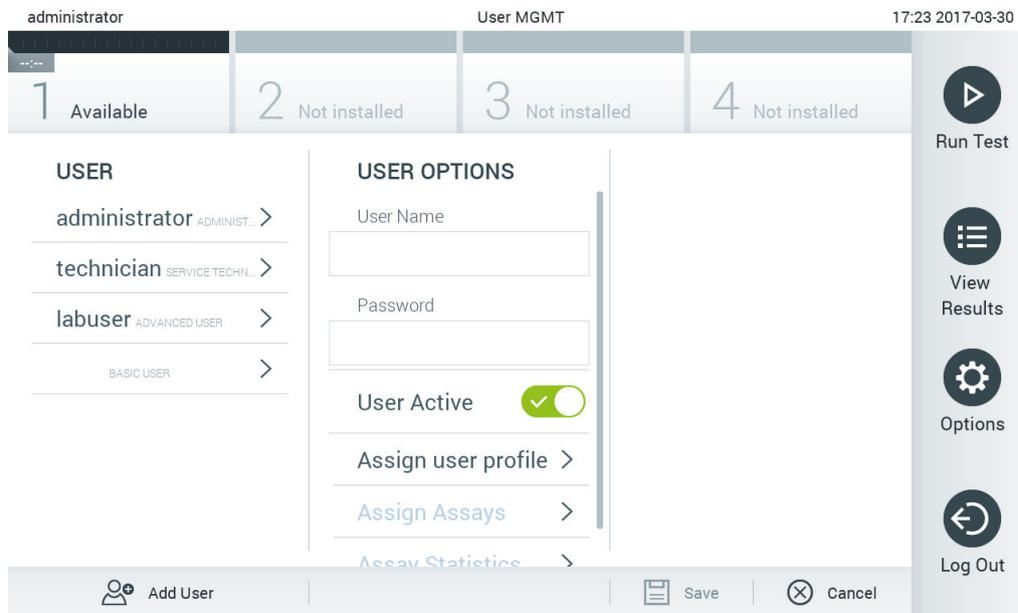

Figura 57. Adição de um novo utilizador.
1. Prima o botão Options (Opções) e, em seguida, o botão User Management (Gestão de utilizadores) para configurar os utilizadores. O ecrã User Management (Gestão de utilizadores) é apresentado na área de conteúdo do visor (Figura 57).